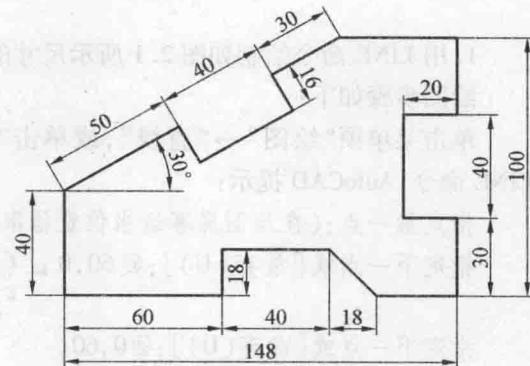

图 2.4 多边形 2
4. 试用 LINE 命令绘制如图 2.4 所示尺寸的多边形。(提示:综合使用相对直角坐标和相对极坐标方式)